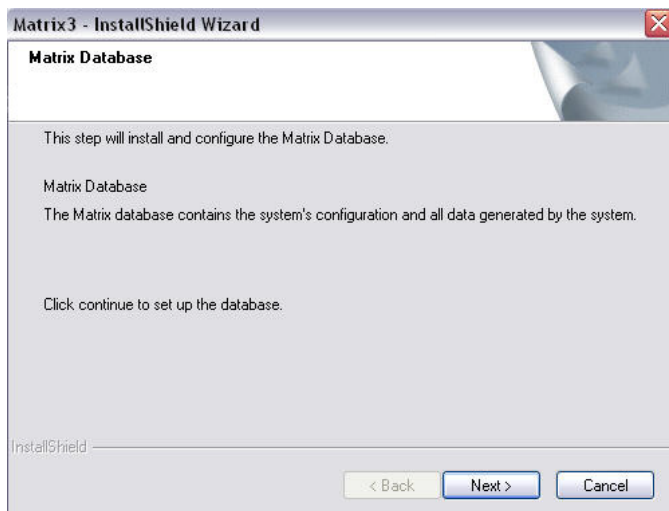

FIG. 19
12. Cuando se puede visualizar la pantalla de configuración de la base de datos de Matrix 3 que se representa en la FIG. 19, seleccione SIGUIENTE para iniciar la configuración de la base de datos.